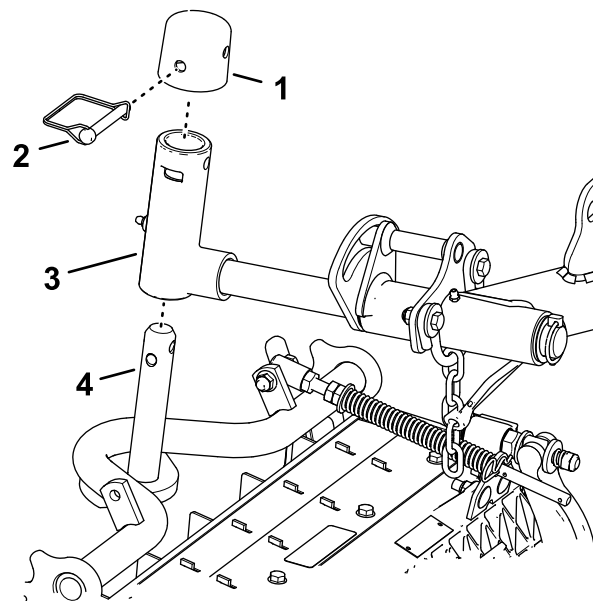

Bild 24
1. Schieben Sie ein Mähwerk unter den Hubarm (Bild 24).
Verriegeln Sie den Drehzapfen der Mähwerke, damit sich die Mähwerke beim Mähen an einem Hang nicht hangabwärts drehen. Benutzen Sie die Bohrung in der Gelenkwelle des Hubarms (Bild 24), um das Mähwerk zu arretieren. Verwenden Sie den Schlitz, wenn Sie das Mähwerk lenken möchten.